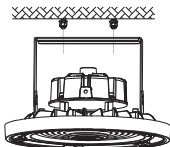

Figure 5
3. Alignez le trou du support avec le trou de vis (figure 5) et poussez le fixation de côté (figure 6) et fixez-la.